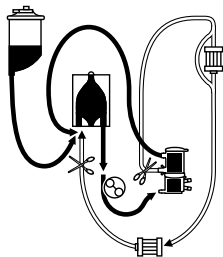

Figura 8.
1. Depois de colocar o tubo num canal da bomba devidamente bloqueado, retire a pinça da saída de recirculação conforme ilustrado na Figura 8 e permita a recirculação entre o oxigenador e o reservatório venoso.